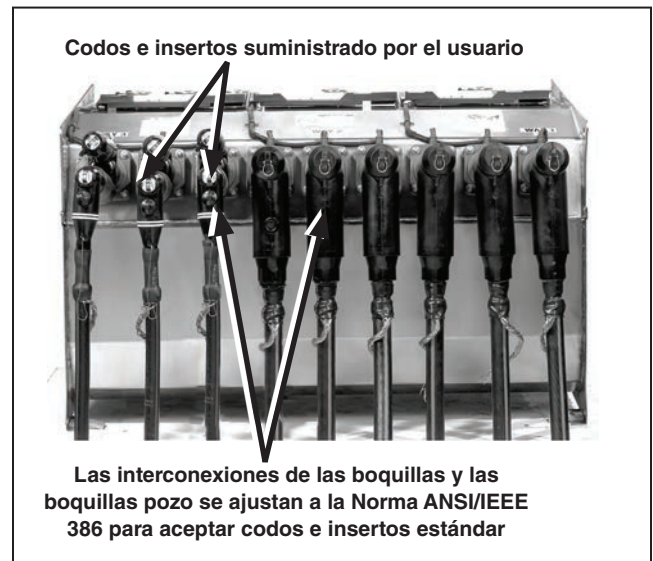

Figura 108. Se ilustra el tanque del interruptor Vista con codos e insertos suministrados por el usuario. (Unidad manual mostrada con fines de ilustración).
- PASO 2.** Remate los cables con codos siguiendo las instrucciones del fabricante de los mismos. Ver Figura 108.